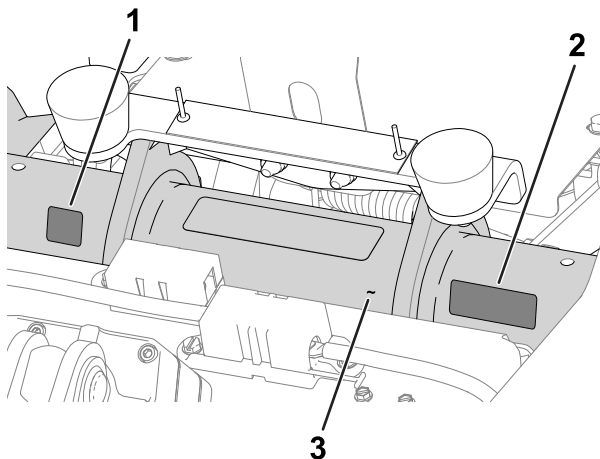

Figura 11
- **Autocolantul cu anul de fabricaie i autocolantul cu marcaj CE:** aplicai autocolantele pe cadrul tubular, sub scaun i plăcua cu numărul de serie; consultați Figura 11.